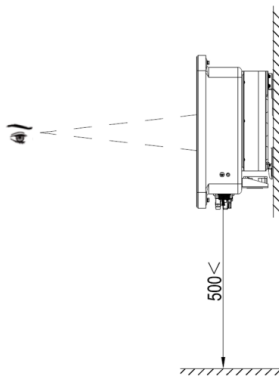

图 4.3 最佳安装高度区域
(2) 安装地点周围有足够的预留空间，便于逆变器拆装与空气对流。如图 4.3 所示；